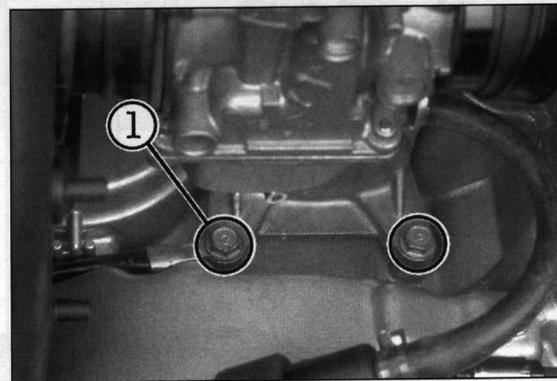

Bild 132
- Pluskabel (Bild 131) vom Starter trennen, zwei Befestigungsschrauben (Bild 132) herausdrehen.
- O-Ring geölt in Nut des Frontdeckels einsetzen, Starter von rechts einsetzen. Befestigungsschraube ① Bild 132 mit Massekabel anschliessen.